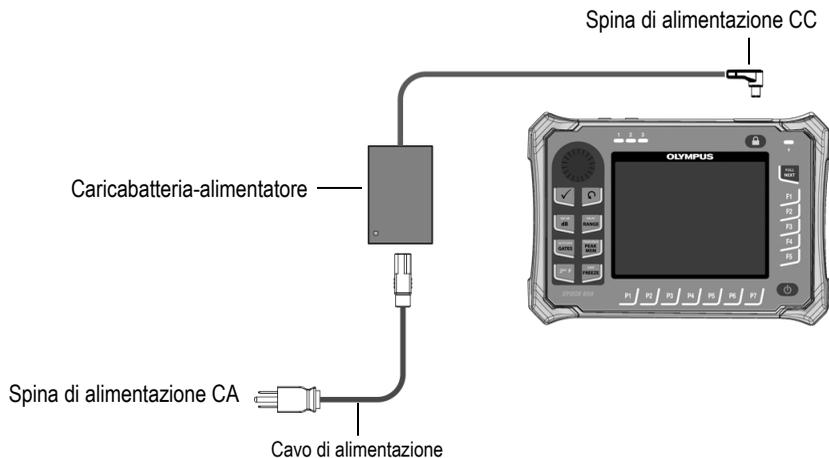

Figura 2-2 Collegamento del caricabatteria-alimentatore
1. Collegare il cavo di alimentazione al caricabatteria-alimentatore e a una presa di corrente appropriata (vedere Figura 2-2 a pagina 68).